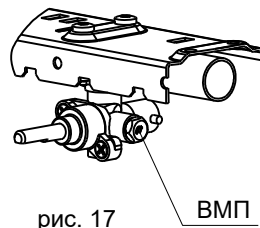

рис. 17
25.2. Проведение замены винтов малого пламени (ВМП) в кранах горелок стола (рис. 17):